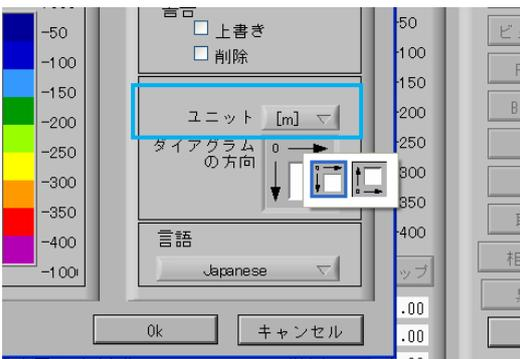

図:2-14
④ **警告** の項目では上書きや削除を行う際警告メッセージの有無の選択を行える。
⑤ **ダイアグラムの方向** をクリックすると図:2-14が表示される。